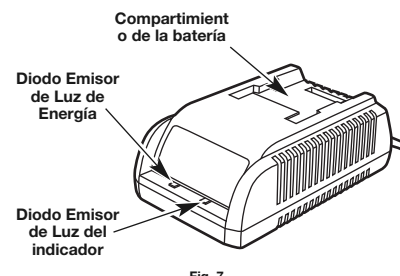

Fig. 7
2. Se encenderá el DIODO EMISOR DE LUZ rojo de ENERGÍA (Fig. 7).
NOTA: Asegúrese de que la batería esté totalmente insertada en la carga verificando que la luz de carga del DIODO EMISOR DE LUZ rojo esté encendida (Fig. 7).
Una vez que la batería haya alcanzado el nivel de carga completo, el diodo lumínico de modo de carga de la batería cambiará de rojo a verde (Fig. 7).